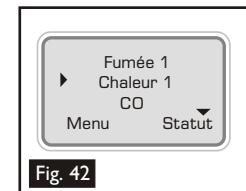

Fig. 42
- Un stimuli pour un Essai Simultané est programmé en déplaçant le curseur sur l'essai voulu à l'aide des touches flèche 'vers le haut' et flèche 'vers le bas' ↗ du clavier, et ensuite en appuyant sur la touche 'Entrer' ✓ pour sélectionner cet essai (Fig. 42). Il apparaîtra avec à côté un numéro de désignation sur l'écran LCD. Après le premier (qui sera désigné '1'), sélectionnez de la même manière le second stimuli et appuyez sur la touche 'Entrer' ✓ une seconde fois et son numéro de désignation deviendra aussi '-'. Ajoutez le troisième stimuli de la même manière si nécessaire en appuyant à nouveau sur la touche 'Entrer' ✓ jusqu'à ce que '1' soit affiché à côté de ce stimuli. A la fin, tous les stimuli requis devront avoir à côté d'eux désignation '1'. Le voyant LED 'Type d'essai' s'allumera en alternant les couleurs en fonction des stimuli choisis (pour des informations sur ces couleurs, voir la Section 5.13 de ce manuel). La Fig. 43 illustre la procédure pour un Essai Simultané (dans cette exemple, pour 'Fumée' et 'Chaleur' en même temps).